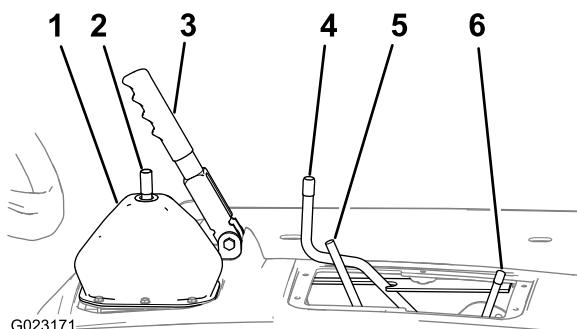

Bild 11
2. Bewegen Sie die Stange für die Differenzialsperre nach vorne und rechts, um sie in der aktivierten Stellung zu arretieren (Bild 11).